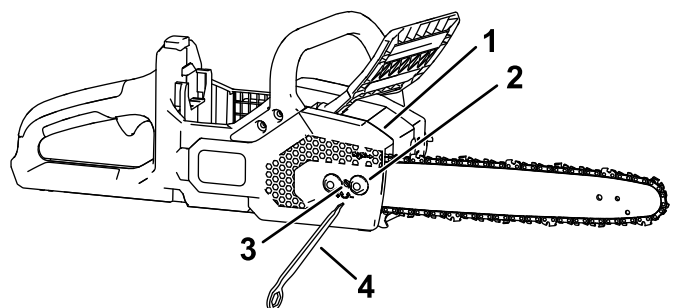

Figure 31
5. À l'aide de l'outil multifonction, desserrez les écrous captifs du couvercle latéral, mais laissez-le en place (Figure 31).
7. À l'aide de l'outil multifonction, ajustez la tension de la chaîne, puis fixez le couvercle latéral sur la tronçonneuse en serrant les écrous captifs (Figure 31).
2. Déposez le couvercle latéral en desserrant les 2 écrous captifs de fixation (Figure 31).
3. Détendez la chaîne en tournant la vis de tension dans le sens antihoraire (Figure 31).